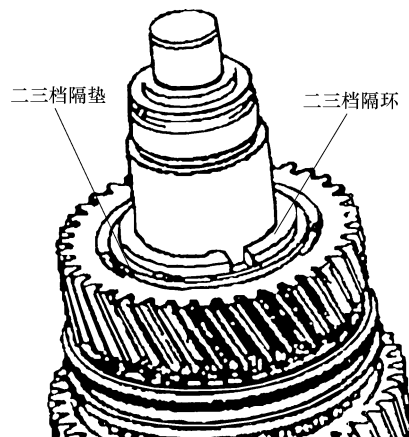

图 3-69 安装二三档齿轮隔垫环和二三档隔垫
6) 如图 3-69 所示，安装二三档齿轮隔垫环和二三档隔垫。